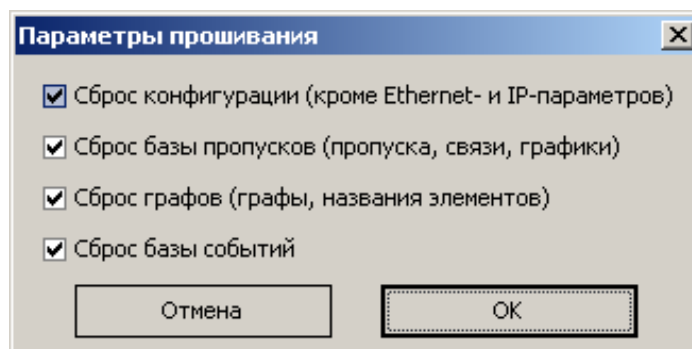

Рисунок 31
7. Появится окно параметров прошивания (Рисунок 31). Выбрать все параметры и нажать «OK».